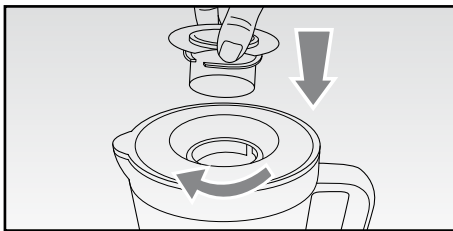

Fig. 5
- Chiudere il foro superiore del coperchio (B) inserendo l'apposito tappo (A) ruotandolo in senso orario (Fig. 5).
- Mettere in funzione l'apparecchio ruotando la manopola di funzionamento (F) in senso orario fino al primo scatto (bassa velocità) o al secondo scatto (alta velocità) per azionare le lame. Ruotando la manopola di funzionamento (F) in senso antiorario orario, si attiverà la funzione PULSE (❄️).
- Per interrompere il funzionamento, ruotare la manopola di funzionamento (F) in posizione «0».